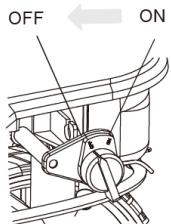
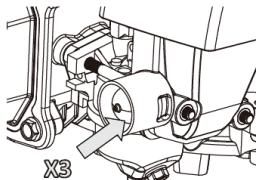

рис.8
рис.9
-поверните выключатель двигателя в положение ON (рис.8); -нажмите кнопку три раза (рис.9); -затем быстро потяните шнур; - когда двигатель запустится, отпустите ручной стартер.